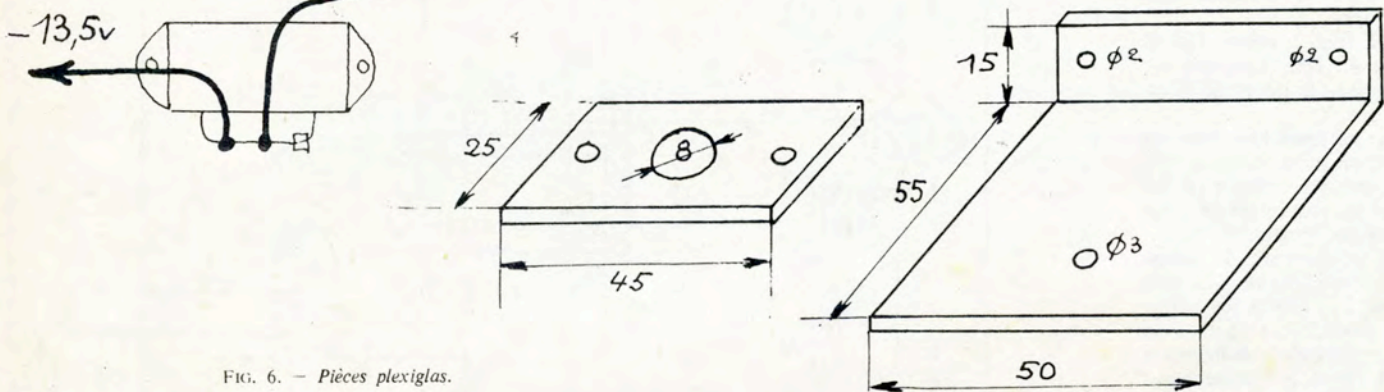

FIG. 6. — Pièces plexiglas.
c) Plaquettes de plexiglas (Fig. 6).